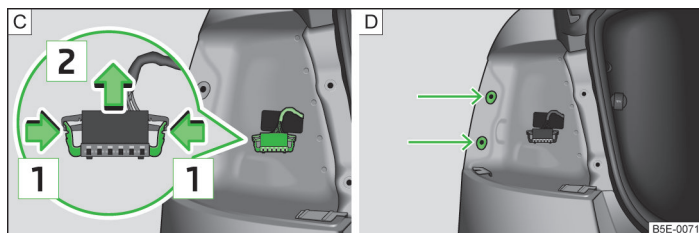

Fig. 230 Comutatorul lămpii / Montarea lămpii
- Comprimați ambele tastele de blocare în sensul săgeții [1] » fig. 230 - [C].
- Introduceți lampa în locașurile din caroserie » fig. 230 - [D].